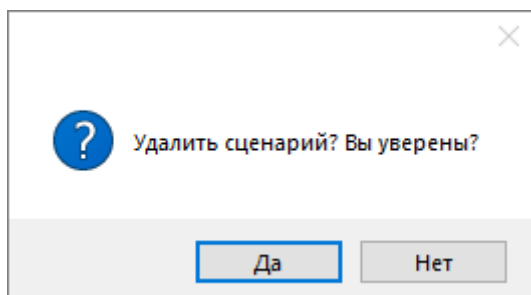

Рисунок 6-660 Диалоговое окно подтверждения удаления сценариев
- 3) в открывшемся диалоговом окне подтверждения удаления сценариев (см. Рисунок 6-660) нажмите кнопку «Да», чтобы удалить выбранные сценарии из списка (либо нажмите кнопку «Нет», чтобы отказаться от удаления сценариев).